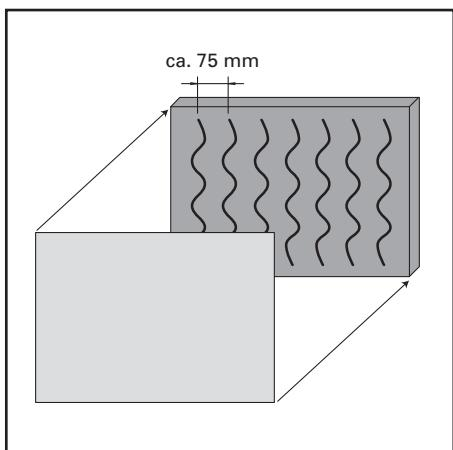

Abb. 9 / Fig. 9 / Fig. 9
**Paneel aus Promatect H mit Alu- oder Stahlblech (Abb. 9)**
**Panneaux en Promatect H avec tôle en aluminium ou en acier (fig. 9)**
**Promatect H panel with aluminium or metal sheet (fig. 9)**